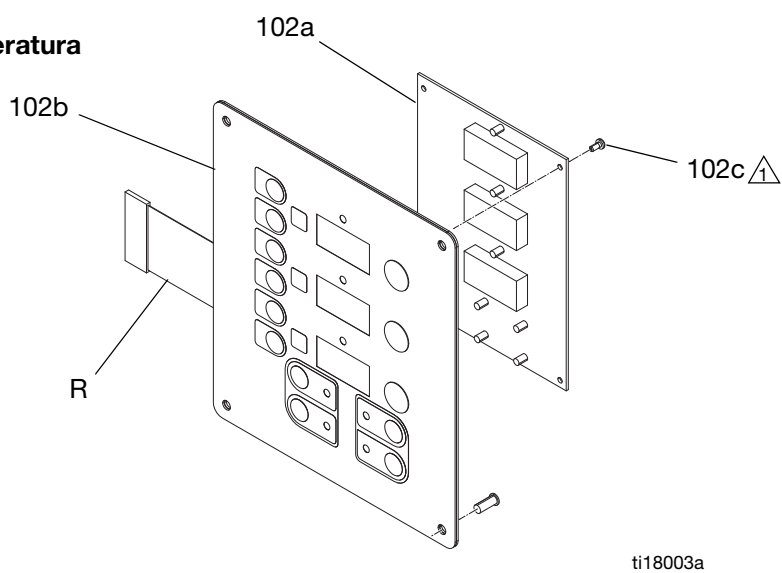

FIG. 17. Modulo Display
5. Scollegare il cavo principale del display (106) che si trova nell'angolo sinistro inferiore del modulo display; vedere FIG. 17, pagina 40.
6. Rimuovere le viti (116) e i coperchi (105); vedere FIG. 17, pagina 40.
7. Scollegare i connettori del cavo dalla parte posteriore del display della temperatura (102). Vedere FIG. 17, pagina 40.
8. Scollegare i cavi a nastro (R) dalla parte posteriore del display, vedere FIG. 17, pagina 40.
9. Rimuovere i dadi (103) e la piastra (101).
10. Smontare il display, vedere i dettagli nella FIG. 17, pagina 40.
12. Spostare il ponticello (119) su J1 sulla scheda sostitutiva del display. Vedere FIG. 17, pagina 40.
13. Rimontare nell'ordine inverso; vedere FIG. 17, pagina 40. Applicare del sigillante per filettature di media resistenza dove mostrato. Accertarsi che il filo di messa a terra del cavo del display (G) sia fissato tra la boccola pressacavo e il coperchio (105) con le viti (107).